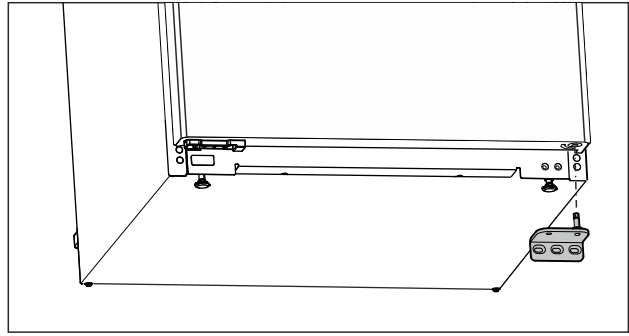

Fig. 16
- Ota laakerijalusta alaspäin pois. (katso Fig. 16)